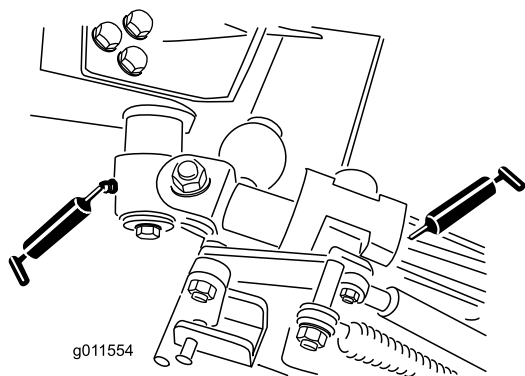

Figura 52
- 2 casquillos de pivote de leva acodada (Figura 52)
- 4 casquillos de los brazos traseros (Figura 52)